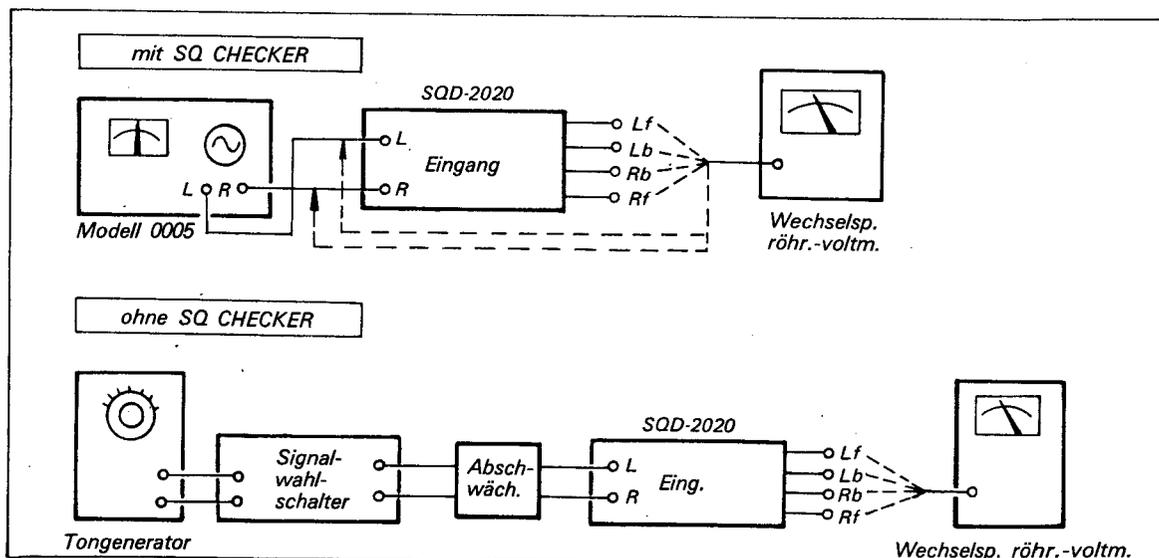

Fig. 3-3. SQD-2020 Prüf- und Abgleichanordnung
1. Fig. 3-3 zeigt den Anschluß der Prüfgeräte.
2. Mit den gemäß Fig. 3-3 geschalteten Geräten ein 2 KHz,
2. Mit den gemäß Fig. 3-3 geschalteten Geräten ein 2 KHz, –10 dB-Signal an den Buchsen "FROM REC OUT" (Kanal L und R) einspeisen.
1. Bei den gemäß Fig. 3-3 geschalteten Geräten den Schalter SYSTEM auf R-MTX stellen.
1. Mit den gemäß Fig. 3-3 geschalteten Geräten den Schalter SYSTEM auf SQ stellen.